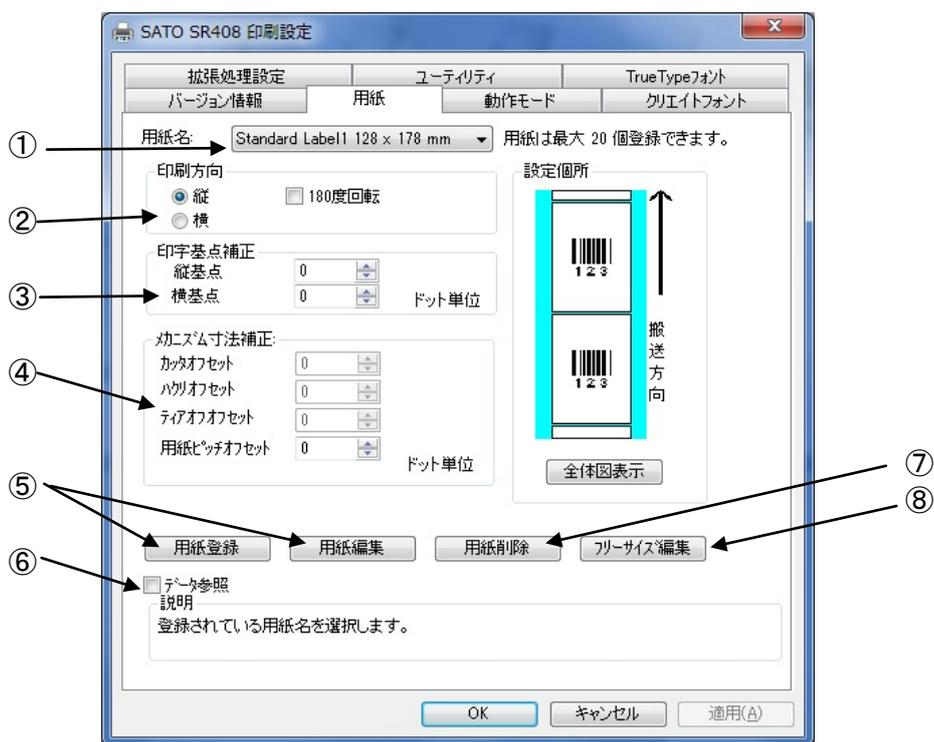

図 1. 6. 1 用紙画面
- ①使用する用紙を選択します。使用する用紙が登録されていない場合は⑤「用紙登録」により登録してください。
- ②用紙搬送方向に対する印刷方向を設定します。
- ③印字レイアウトの基点を補正します。通常は0です。
- ④各仕様のプリンタにおける、用紙搬送量を補正します。
- ⑤「用紙登録」ボタンをクリックすることにより、図 1. 6. 2 に示す「用紙登録」画面が表示されます。「用紙編集」をクリックした場合は選択された用紙の編集になります。
- ⑥チェックしておくことにより、「用紙登録」を選択した際の初期値に、「用紙名」に表示されている用紙の設定値を適用します（フリーサイズの設定値は適用できません）。
- ⑦「用紙名」に表示されている登録済み用紙を削除します。
- ⑧「フリーサイズ」用紙の編集をします。図 1. 6. 3 に示す画面が表示されます。